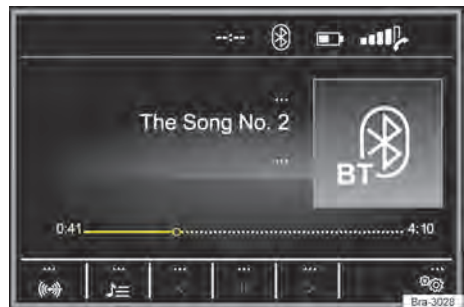

Fig. 127 Menu principal de mídia.
– Pressionar o botão **MEDIA** para abrir o menu principal **MEDIA** → Fig. 127.
As fontes de mídia que são reproduzidas atualmente são exibidas na superfície de função na parte inferior esquerda → Fig. 127.
Legenda da → Fig. 127 e → Fig. 128: